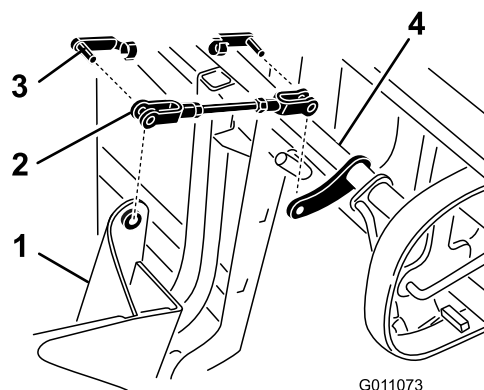

Bild 13
9. Montieren Sie die Jochs am Heckfangsystem und am Griff und befestigen Sie mit zwei Lastösenbolzenfedern (Bild 13).
10. Drehen Sie den Griffenker am Heckfangsystem nach oben zum Heckfangsystem und befestigen ihn mit einer Lastösenbolzenfeder (Bild 13). Lösen und drehen Sie das Joch ggf., um das Heckfangsystem auszurichten.